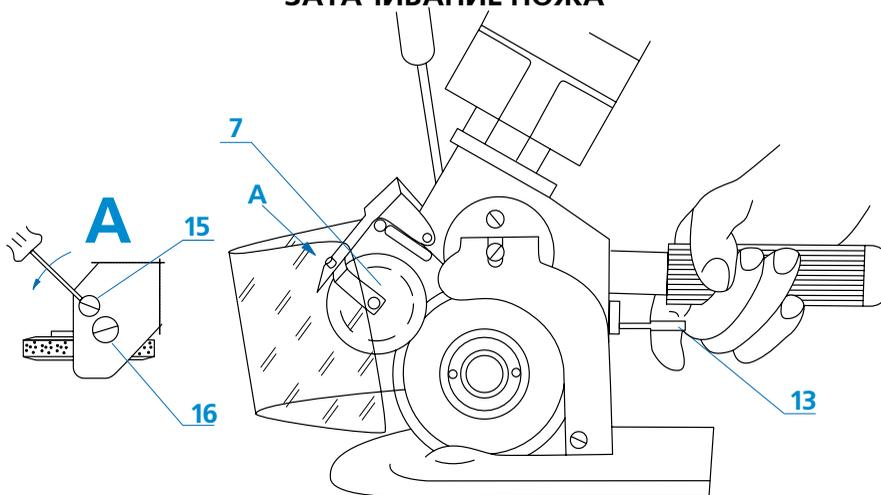

Рис. 3. Затачивание ножа.
Высокая производительность и качество раскроя достигается только при использовании острого ножа. Увеличение сопротивления при раскрое и “затягивание” нижних слоев раскраиваемого материала в щели, указывают на то, что нож затупился. Для затачивания необходимо при помощи тяги (3) “притянуть” заточный камень к вращающемуся ножу так, как показано на рис. 3.
Нож острый, если при правильно установленном нижнем ноже разрезается один слой ткани. Если затачивание ножа оказалось неэффективным, следует увеличить угол наклона заточного камня к поверхности ножа. С этой целью после остановки машины специальным ключом повернуть эксцентрик (15) на небольшой угол так, чтобы его конец переместился на 1,0-1,5 мм в направлении стрелки - вид А рис. 3 (нельзя освобождать винт (16)).